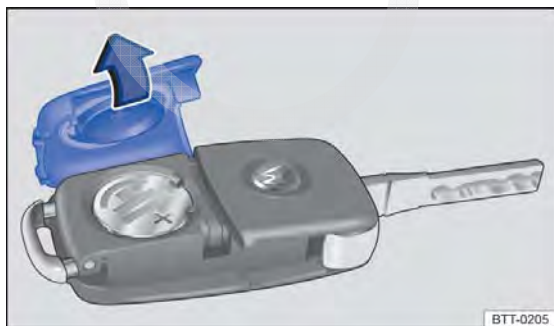

Fig. 23 Chave do veículo com comando remoto: abrir a tampa do alojamento da bateria.
A bateria encontra-se no lado posterior da chave do veículo com comando remoto, sob uma cobertura → Fig. 23.
- Retirar a cobertura no lado posterior da chave → Fig. 23 no sentido da seta → ⌚.
- Posicionar a cobertura conforme indicado → Fig. 23 e pressionar no sentido contrário ao da seta sobre a carcaça da chave do veículo até encaixar.